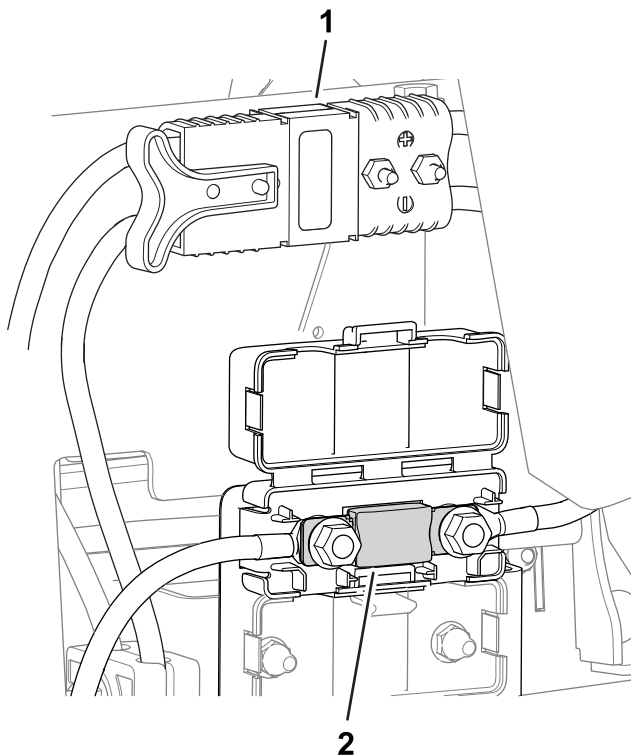

図 54
- 回路保護用のヒューズは主電源コネクタの下にあります 図 54。